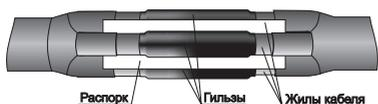

Рисунок 14.
4.26 Вставить между жилами кабелей изолирующую распорку симметрично относительно центра муфты (рисунок 14).